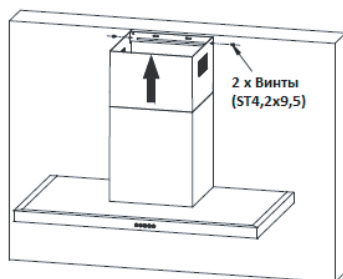

Рис. 9
7. Закрепите удлиняющий воздуховод к стене на держатель воздуховода с помощью винтов (ST4,2x9,5). (Рис.9)